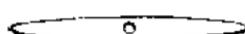

图 3
3. 在竹片中央部分用烧红的金属棒慢慢地灼烧。打穿一个比竹竿直径稍大的孔（图 3）。
4. 把竹片加工成图 3 形状，并在竹片两端各钻一个小孔。